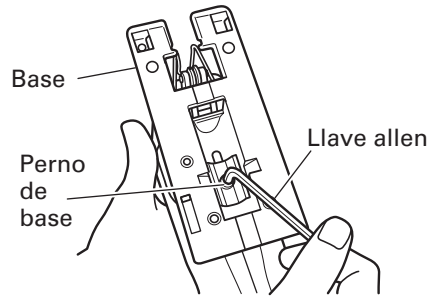

Fig. 11
- (1) Afloje el perno de base con la llave allen provista en la base. (Fig. 11)
NOTA: Para cortar con precisión utilizando la guía (Fig. 11), ajuste siempre la posición orbital a "0".
- (1) Afloje el perno de base con la llave allen provista en la base y mueva la base completamente hacia adelante. (Fig. 11, 12)
- (3) Apriete de nuevo el perno M5. (Fig. 11)
- (4) Ajuste la posición orbital a "0".
- (1) Retire la llave allen de la base.
- (2) Mueva la base completamente hacia adelante. (Figs. 11, 12)